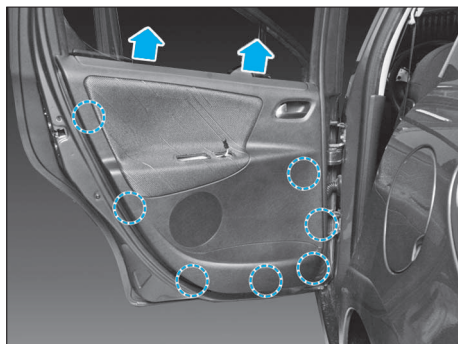

FIG. 62
- Dégrafer la garniture de porte AR aux endroits indiqués (Fig.62).